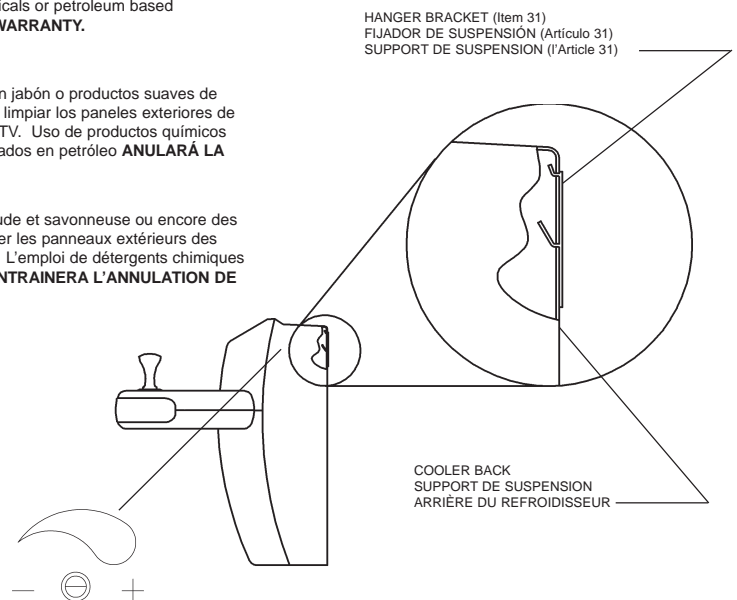

Fig. 4
- 3) Hang the coolers on the hanger brackets. Be certain the hanger bracket is engaged properly in the slots on the cooler back as shown in Figure 4.
- 3) Accrochez le refroidisseur au support de suspension. Vérifiez que le support de suspension est correctement inséré dans les fentes situées au dos du refroidisseur comme indiqué sur la Figure 4.